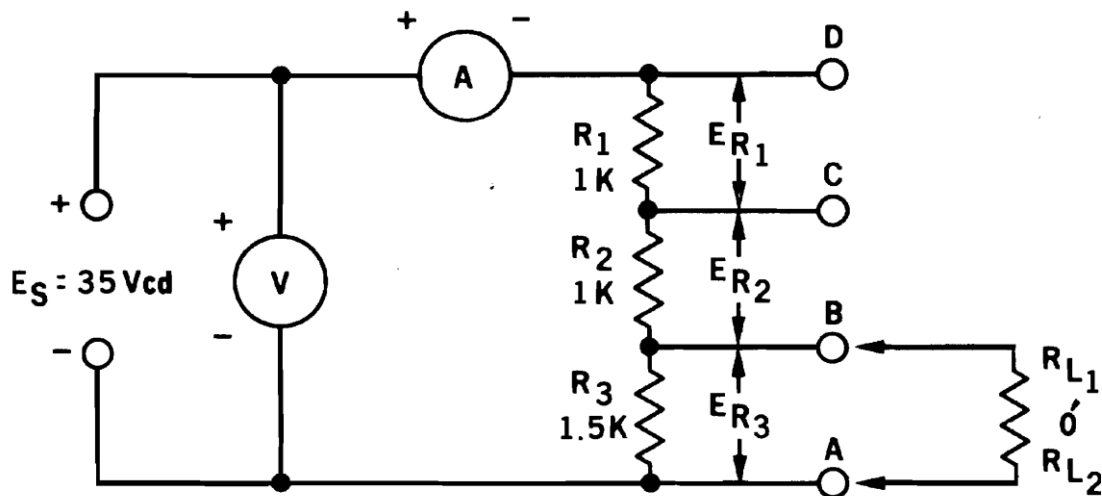

Fig. 16-1
1. Construya el circuito de la Fig. 16-1. No conecte la fuente de energía.
10. Una desventaja del divisor de tensión resistivo, es que debe consumirse energía. Calcule la energía total gastada en el circuito de la Fig. 16-1.
1. Diseñe y dibuje un diagrama del circuito de un divisor de tensión, similar al de la Fig. 16-1, que tenga un potencial de diez volts entre A y B, cuando una carga  $R_L$ , de 5,000 ohms está conectada entre esos puntos.
3. ¿Cómo puede obtenerse una tensión de 12 volts del circuito divisor de la Fig. 16-1? .....